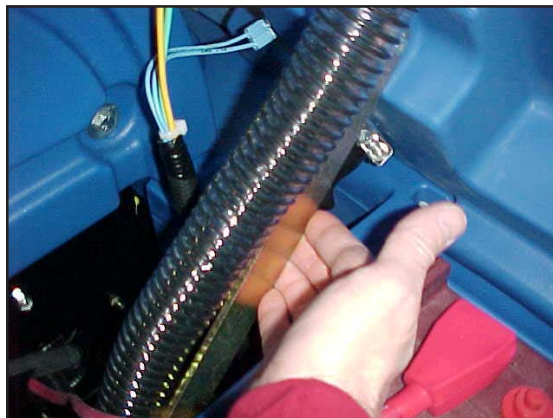

Figure 24
1. Pour inspecter les batteries, relevez le réservoir de récupération jusqu'à ce qu'il se verrouille en position haute. Voir la figure 24.